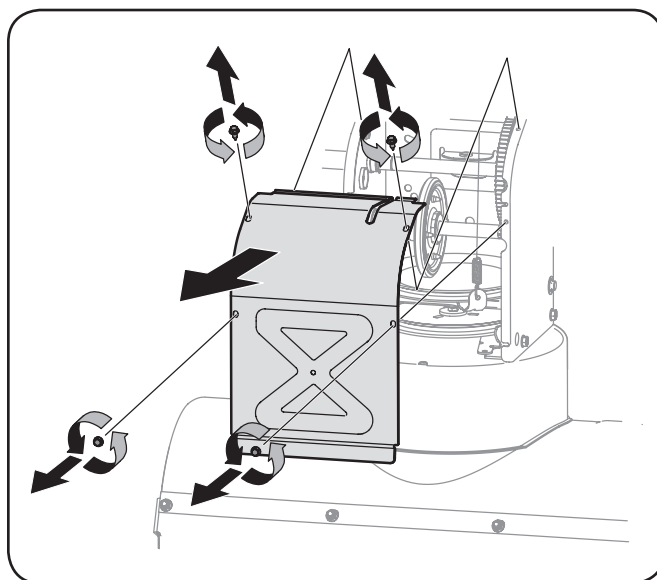

Figura 7-4
3. Saque la cubierta del marco desde debajo de la máquina quitanieve retirando los cuatro tornillos autorroscantes que la aseguran. Consulte la Figura 7-4.
6. Saque la cubierta del marco desde debajo de la máquina quitanieve retirando los cuatro tornillos autorroscantes que la aseguran. Vea la Figura 7-4.
3. Saque la cubierta del marco desde debajo de la máquina quitanieve retirando los cuatro tornillos autorroscantes que la aseguran. Retire la rueda derecha quitando el tornillo y la arandela de campana que la aseguran al eje. Vea Figura 7-4.